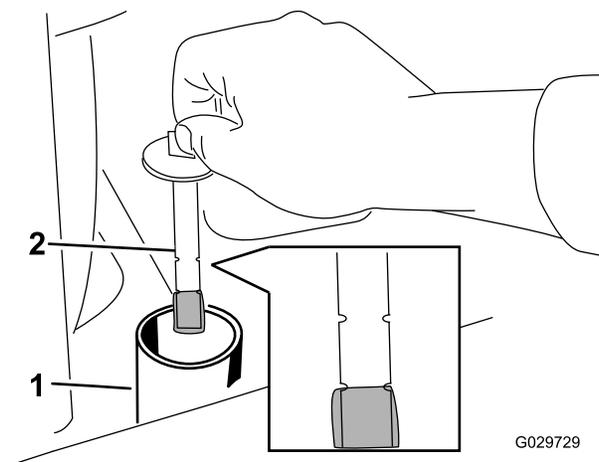

図 71
8. 油圧タンクの補給管のキャップを外し、ディップスティックで油量を点検する 図 71。